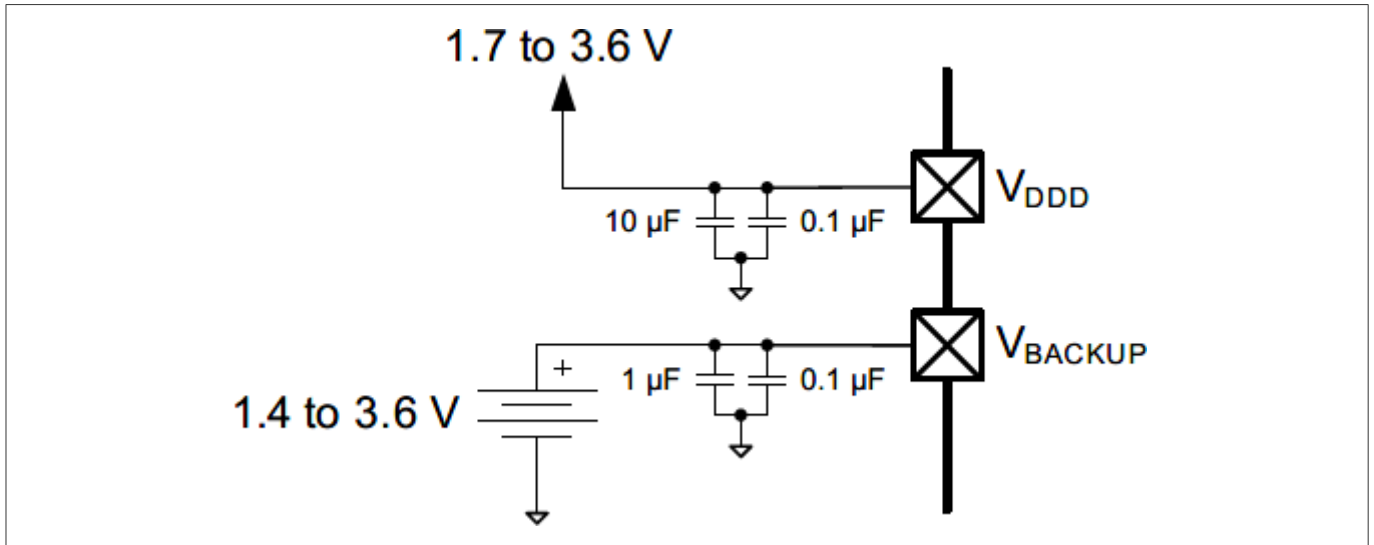

图 16 单独的电池连接到 V_{BACKUP}
- V_{BACKUP} ：备份域的电源，包括 32 kHz WCO 和 RTC。它可以是低至 1.4 V 的独立电源，用于电池或超级电容备份，如 图 16 所示。否则，连接到 V_{DDD} 。它为 I/O 端口 0 供电。